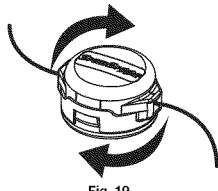

Fig. 19
La coupe décorative consiste à déblayer la végétation autour des arbres, des bornes, des clôtures, etc. Tournez entièrement l'appareil de manière à ce que l'accessoire de coupe soit à un angle de 30° par rapport au sol (Fig. 19).
- Tenez le couvercle du dessus (celui avec les flèches) et tournez la tête de coupe dans le sens des aiguilles d'une montre pour embobiner la ligne sur la bobine jusqu'à ce qu'il ne reste plus que 12,7 cm (5 pouces) de ligne dépassant de chaque côté de la ligne de coupe. (Fig. 19)